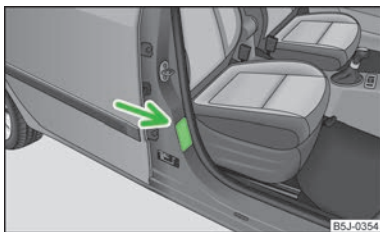

Fig. 104
- Asupra acestui aspect atenționează și autocolantul de pe stâlpul B, pe partea pasagerului față » fig. 104 sau de pe parasolarul pasagerului față.